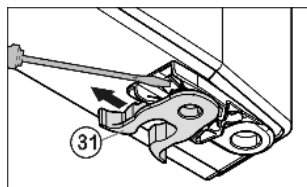

Fig. 10
- ▶ Fjederklemme *Fig. 10 (31)* flyttes: Tappen trykkes ned, fjederklemmen trækkes op over den og fjernes.